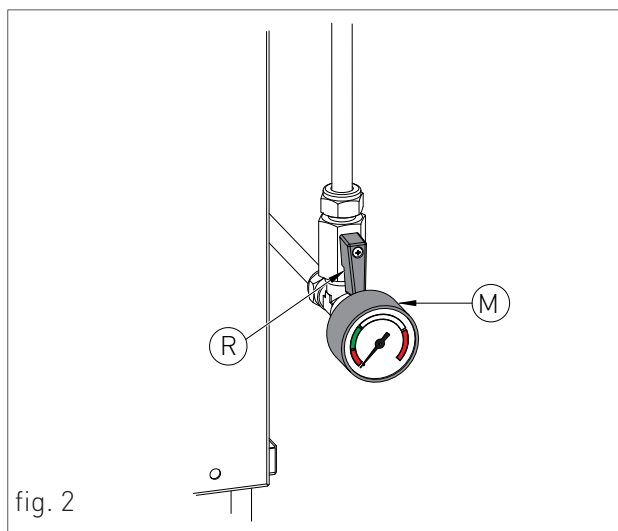

fig. 2
3. aprire il rubinetto di carico "R" (fig. 2);
5. controllare attraverso il manometro "M" (fig. 2) che la pressione dell'impianto raggiunga 1.2 bar, corrispondente alla metà della zona verde 'ZV' (fig. 4);
6. ad operazione avvenuta, assicurarsi che il rubinetto di carico "R" (fig. 2) sia ben chiuso.